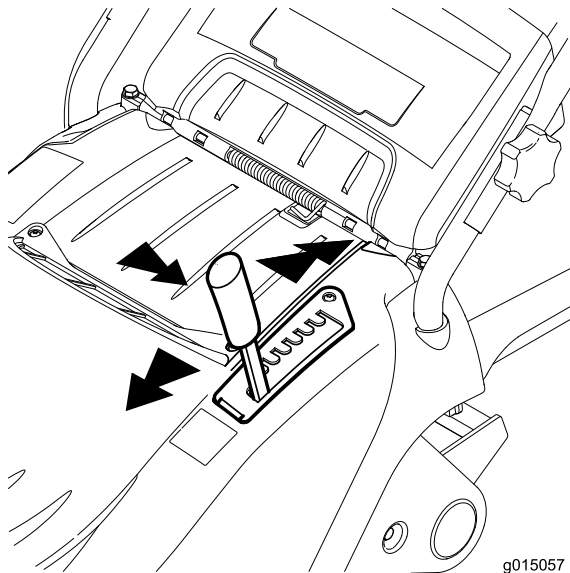

Bild 13
2. Ziehen Sie den Schnitthöhenhebel aus dem Schlitz und versetzen Sie ihn nach vorne oder hinten in den gewünschten Schlitz (Bild 13).